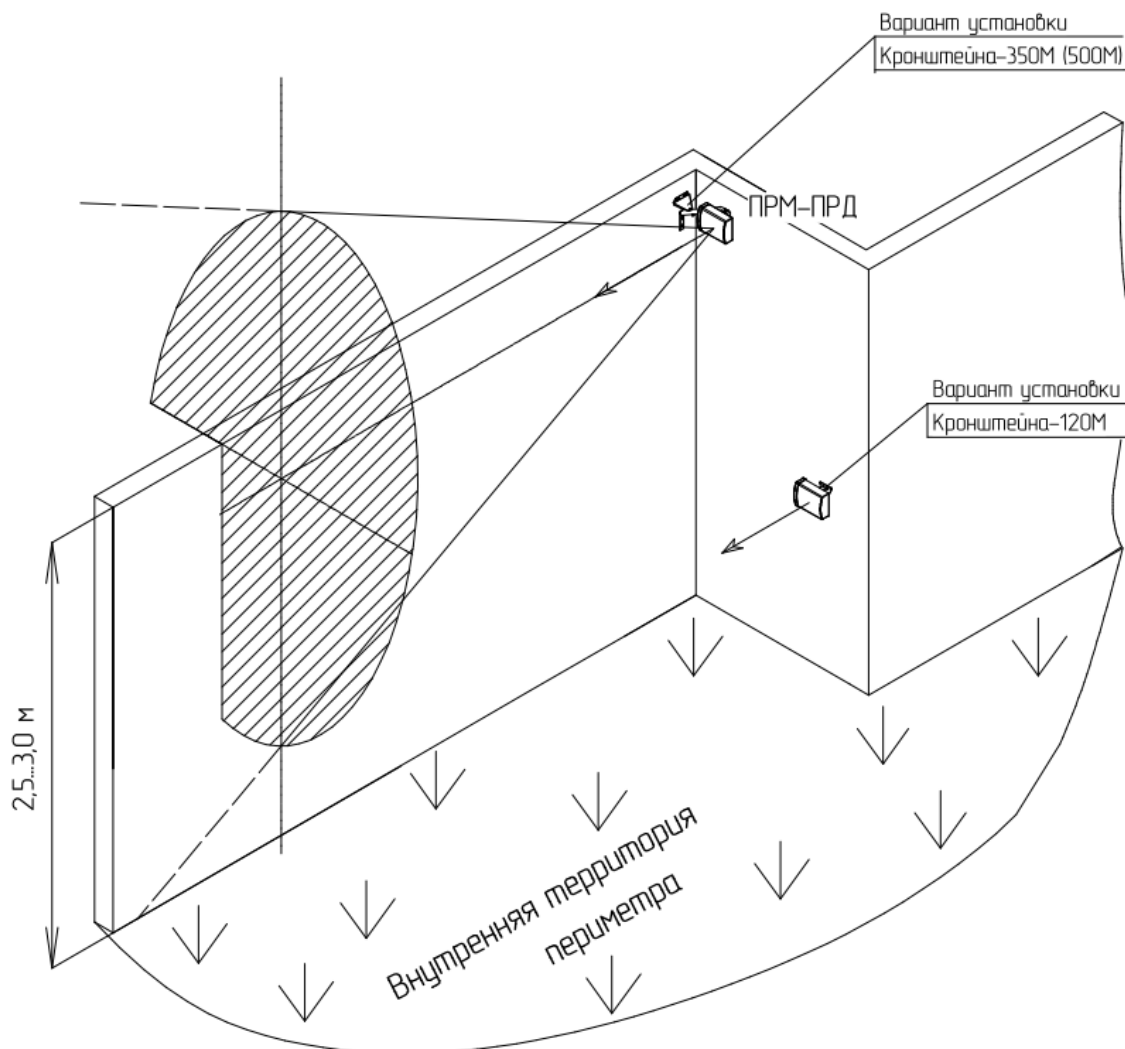

Рисунок 2.4 - Примеры установки извещателя с применением выносных кронштейнов 500М, 350М, 120М
- Кронштейн-500 (вынос 500 мм) рекомендуется применять, если верх заграждения «закрит» средствами физической защиты (АСКЛ, АКЛ и т.п.) (см. рисунок 2.4);
- Кронштейн-350 (вынос 350 мм) рекомендуется применять, если по верхней части заграждения отсутствуют средства физической защиты (см. рисунок 2.4);